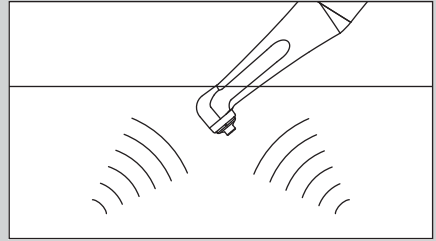

図 7
- ・ コントラアングルヘッドの回転軸のネジ部にペースト等が入り込んでしまった場合は、ヘッド先端部のみを超音波洗浄器にて洗浄することをお奨めします。洗浄後は必ず注油してください。(図7)